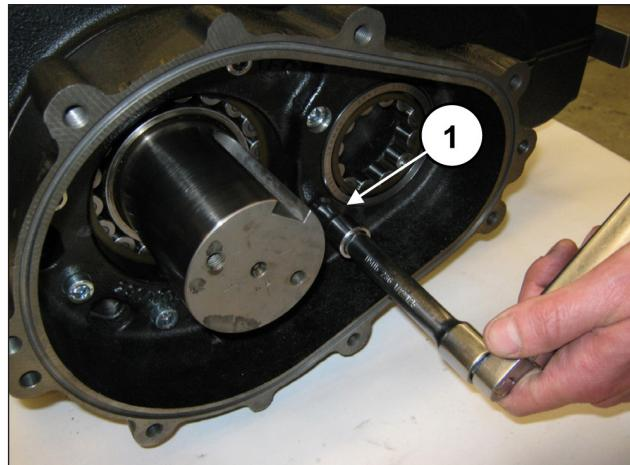

Fig. 66
Aperte os oito parafusos M10x40 (pos. ①, Fig. 66). Calibre os parafusos com chave dinamométrica, conforme indicado no capítulo 3 CALIBRAGEM DO APERTO DOS PARAFUSOS.